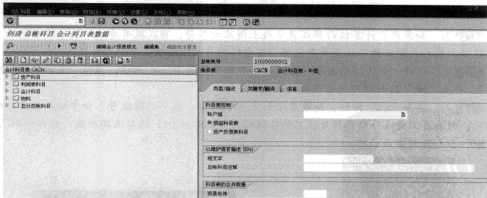

图 5-9 “创建总账科目会计科目表数据”界面
STEP 1 从 SAP 系统初始菜单中选择“会计→财务会计→总分类账→主记录→单个处理→在科目表中”选项,也可以在初始菜单中直接输入该步操作的事务码 FSP0,进入“创建总账科目会计科目表数据”界面,如图 5-9 所示。